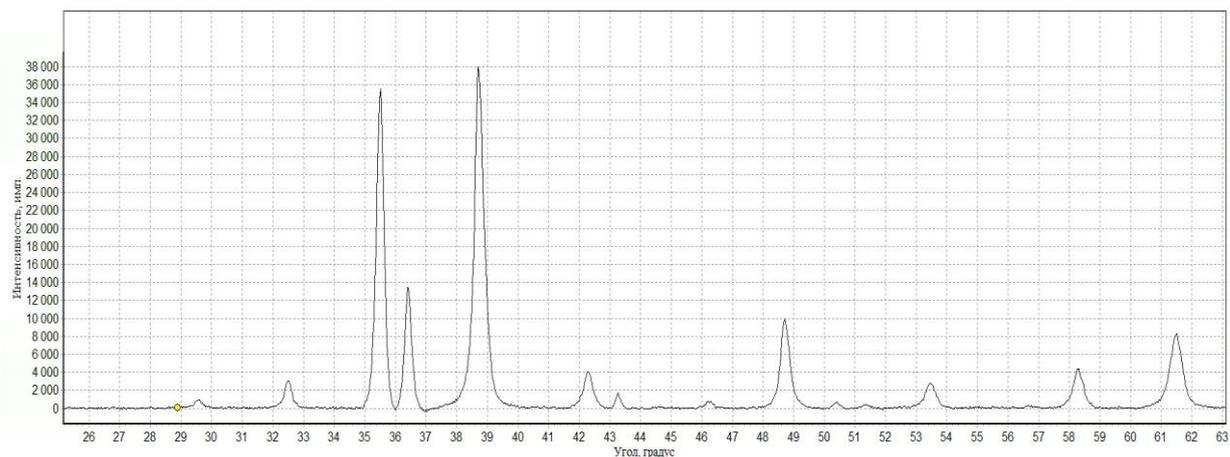

Рис. 3 Рентгеновская дифрактограмма нанокристаллических порошков, включающих Cu и O
3. По рентгеновской дифрактограмме порошка (рис. 3) определить размер областей когерентного рассеяния по выбранным преподавателем максимумам. (длина волны рентгеновского излучения  $\lambda_{K\alpha 1} = 0,154$  нм).